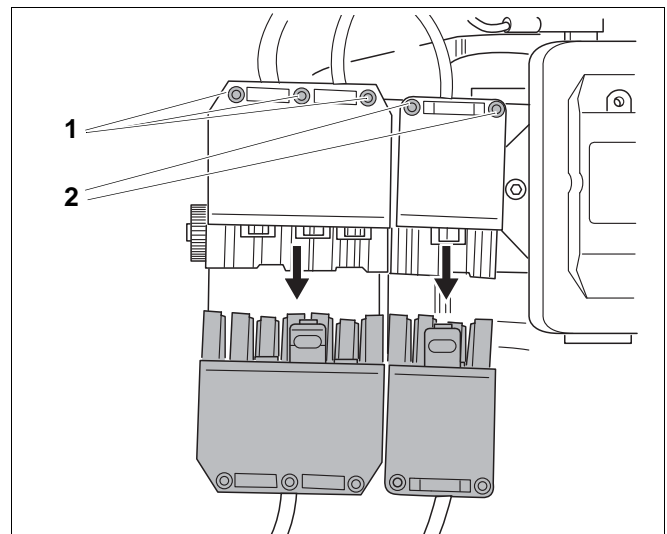

Рис. 58 Отвинчивание винтов на цоколе
- Нажмите на фиксаторы четырехполюсного и семиполюсного штекеров и выньте их (рис. 58).
- Отверните два винта (рис. 58, **поз. 2**) крышки четырехполюсного штекера и снимите крышку.
- Отверните три винта крышки (рис. 58, **поз. 1**) семиполюсного штекера и снимите крышку.